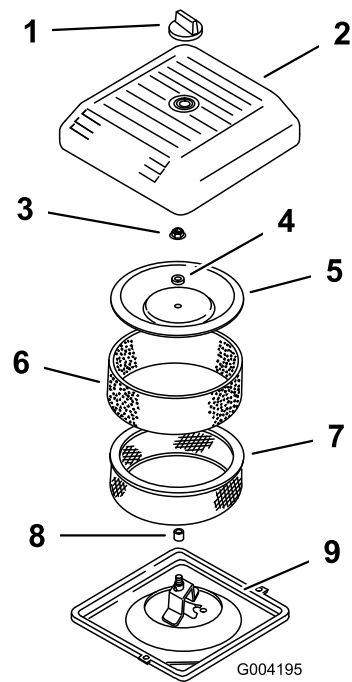

Bild 144
3. Schrauben Sie das Handrad ab und entfernen Sie die Luftfilterabdeckung (Bild 144).
4. Schieben Sie den Schaumvorfilter vorsichtig vom Papiereinsatz herunter (Bild 144).
5. Schrauben Sie die Abdeckungsmutter ab und nehmen Sie die Abdeckung und den Papiereinsatz ab (Bild 144).